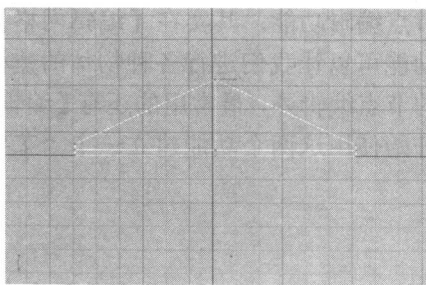

图 1-2-4 移动节点
(4) 使用移动工具，将选中的节点沿 Y 轴向上移动，具体高度如图 1-2-4 所示。